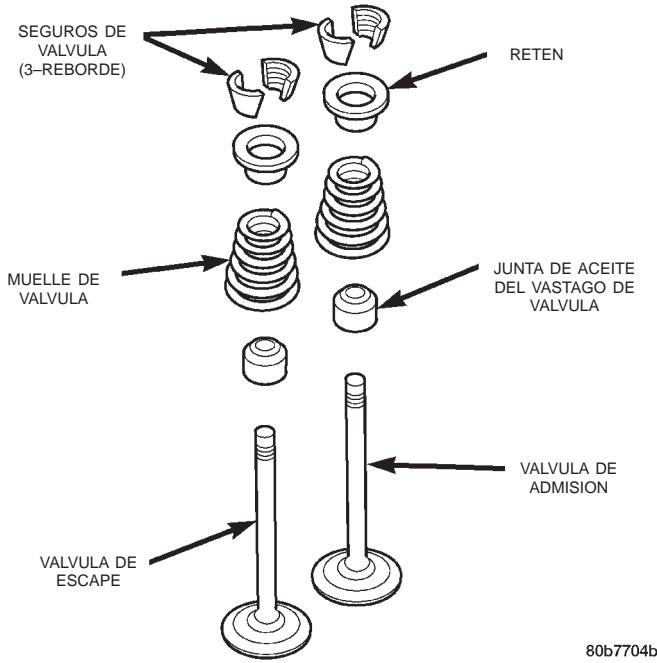

Fig. 34 Válvula y componentes de la válvula
(6) Conecte una manguera de aire al adaptador y aplique presión de aire lentamente. Mantenga en el cilindro una presión mínima de 621 kPa (90 psi) de modo que las válvulas se mantengan en sus asientos. En el caso de vehículos que tienen instalado aire acondicionado, use un adaptador de tubo de aire flexible para el cilindro n° 1.
(7) Golpee el retén o la punta con un martillo de cuero para aflojar el seguro del retén. Para comprimir los muelles y liberar los seguros, utilice el compresor de muelles de válvula MD-998772A (Fig. 34).
(8) Retire el muelle de válvula y el retén (Fig. 34).
(9) Retire las juntas de aceite de los vástagos de válvula (Fig. 34). Observe que las válvulas de admisión y escape tienen juntas de aceite diferentes. La parte superior de cada una de ellas está marcada con las letras INT (admisión, color negro) o EXH (escape, color marrón). NO confunda las juntas.